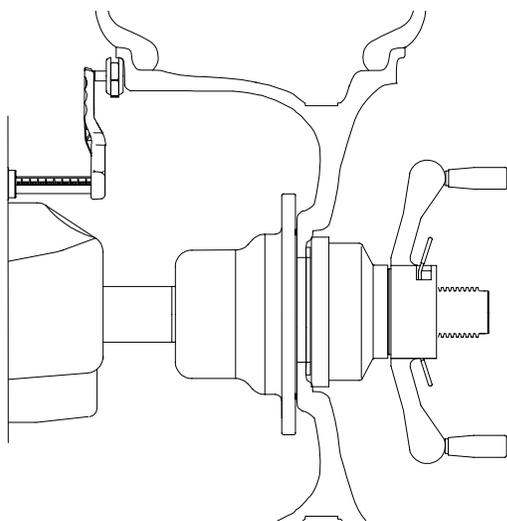

Figure 22
4.5.1 Distance jante (écart) - Déplacer l'arbre d'écart jante vers le bord de la jante, mettre en contact le pointeur avec le bord de la jante de la façon indiquée à la Figure 22 et maintenir en place pendant environ une seconde. L'alarme sonnera quand les valeurs de distance auront été calculées et entrées automatiquement. Ramener le bras à sa position entièrement interne et abaissée sur l'équilibreuse. Ne pas laisser le bras de mesure "pendre" devant l'équilibreuse.